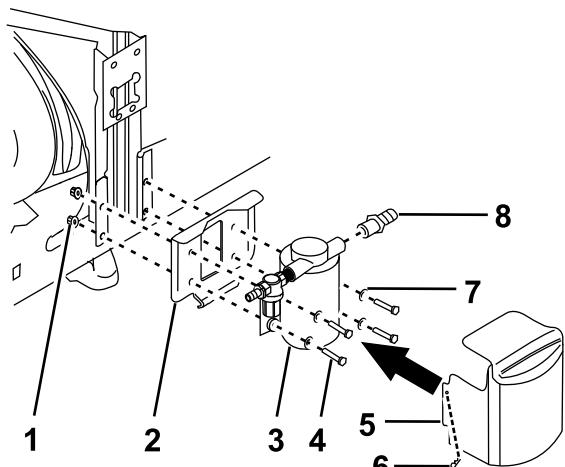

図 13
7. ポンプをフレームに固定する；すすぎポンプ取りつけブラケットとボルト（4本）、フランジ付きウイズナット（4個）、ワッシャ（4枚）を使用する（図 13）。